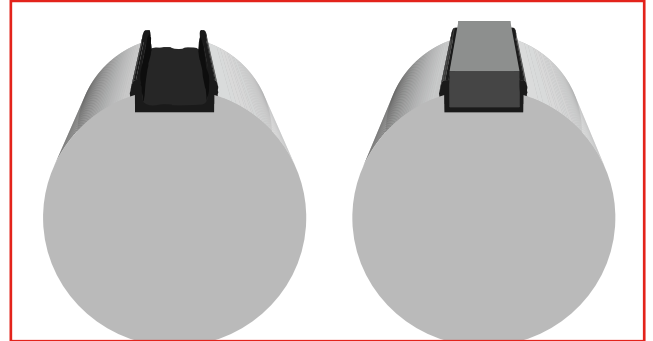

Figura 22. Rellene el cuñero con epóxico e instale la cuña cubierta.
**3. Aplique el epóxico recomendado** usando una espátula o cuchillo aplicador. Use una capa delgada en el fondo y una capa gruesa en las paredes laterales para asegurar que la cuña no se eleve y también para asegurar una tolerancia adecuada de ajuste. (Vea la figura 22).